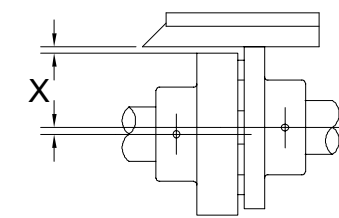

Fig. 13
- 9 - Controllare il parallelismo in più punti (per esempio a 90° l'uno dall'altro) tramite una riga appoggiata sulla circonferenza esterna dei due semigiunti (vedere la fig. 13).